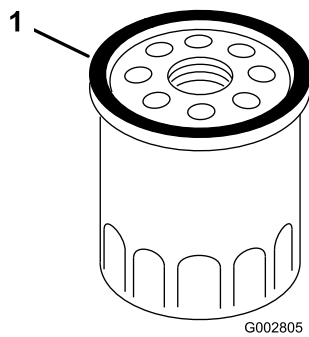

Bild 23
8. Schmieren Sie mit dem Finger etwas Öl auf die Dichtung am neuen Filter (Bild 23).